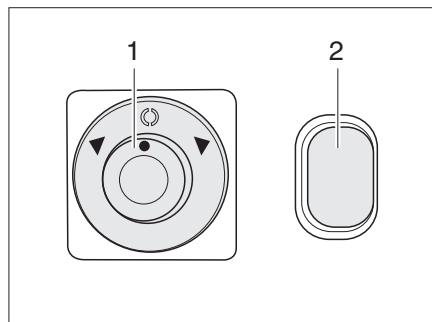

Bild 24 Schalter für elektrisch einstellbare Außenspiegel und Spiegelheizung
Einstellen: ■ Den Spiegel, der eingestellt werden soll, wählen. Dazu den Drehschalter (Bild 24,1) nach links oder rechts drehen.
■ Den Spiegel durch Drücken des Schalters (Bild 24,1) in die entsprechende Richtung einstellen.
Heizung einschalten: ■ Den Schalter (Bild 24,2) drücken. Die Kontroll-Leuchte im Schalter leuchtet orange und zeigt den Betrieb an.